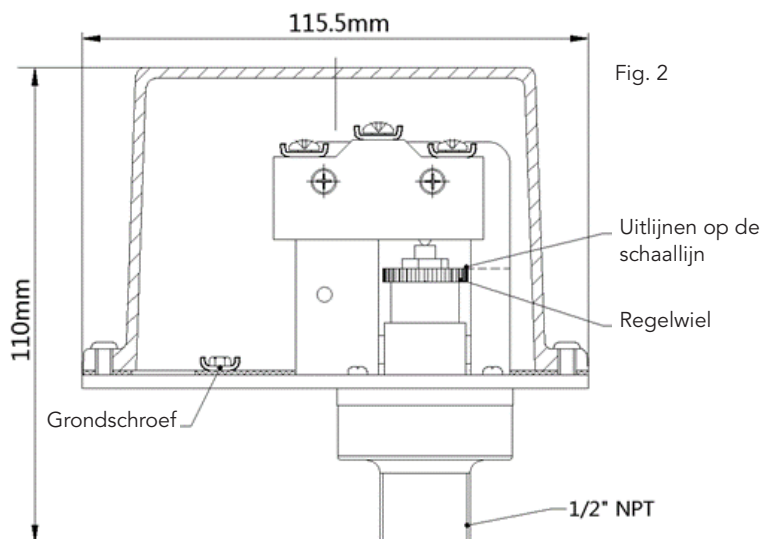

Fig. 2
1. Het toestel moet rechtop gemonteerd worden. Plaats het op een plaats waar trillingen, schokken en mechanische belasting minimaal zijn. De algemene afmetingen zie fig. 2.